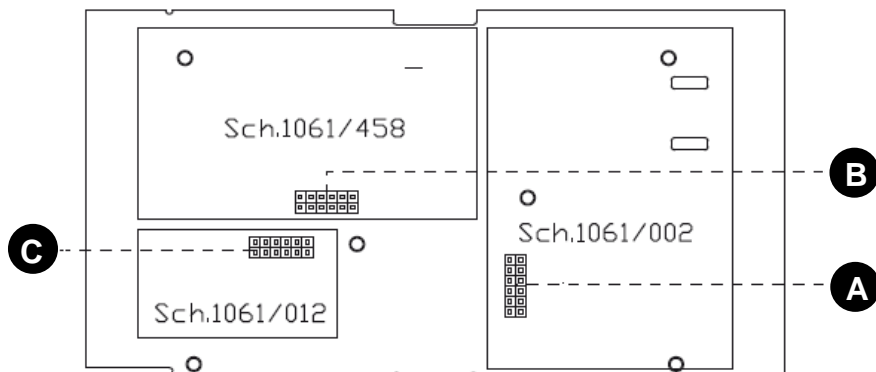

Figura 7 – Connettori per espansioni nella scheda madre
3. Inserire il Comunicatore telefonico PSTN sulla scheda madre (vedere figura 7 per individuare la posizione del connettore).
3. Inserire il Modulo GSM sulla scheda madre (vedere figura 7 per individuare la posizione del connettore).
3. Inserire la Scheda a sintesi vocale sulla scheda madre (vedere figura 7 per individuare la posizione del connettore).